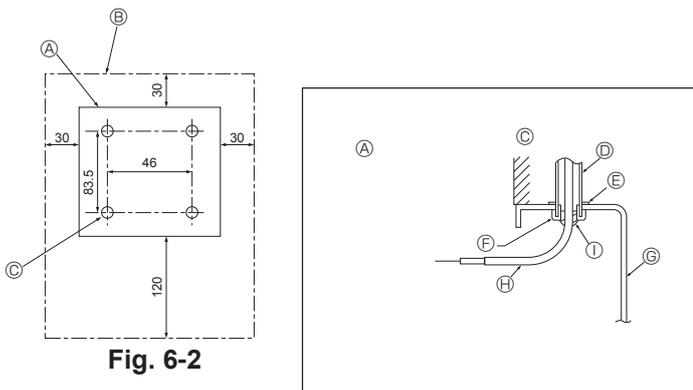

Fig. 6-2
(1) Aufstellungsort für Fernbedienung auswählen. (Fig. 6-2)
#### [Fig.6-2]